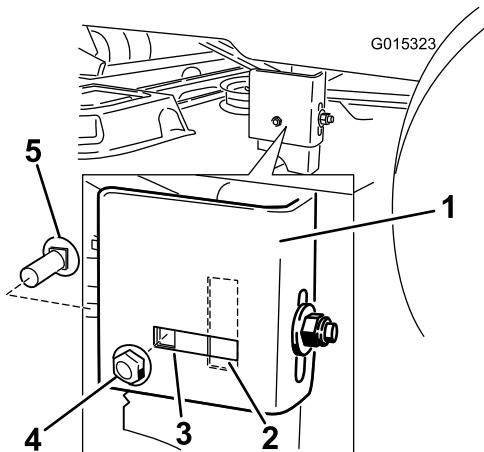

Figure 49
- Passez au côté gauche de la machine. Vérifiez si le boulon de carrosserie latéral se trouve dans l'emplacement fixe ou allongé (Figure 49).